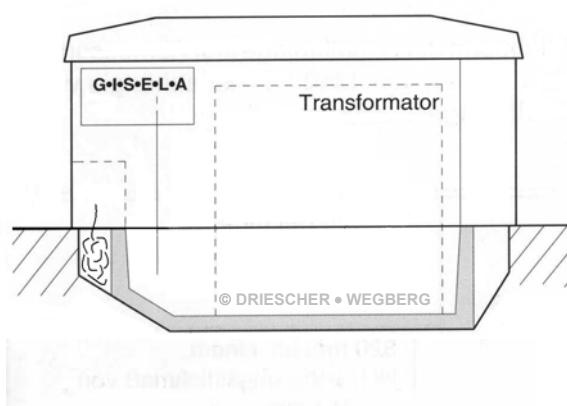
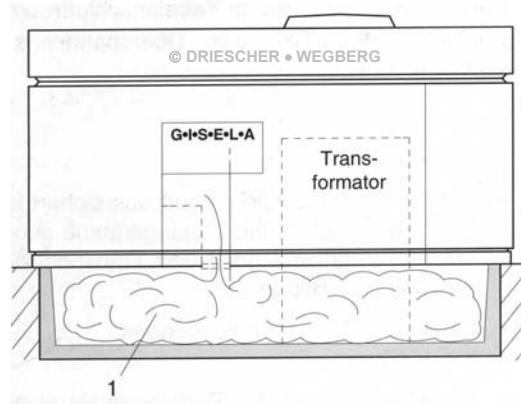
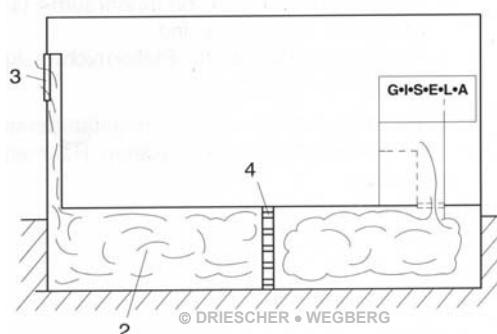

Bild 1 / Illustration 1
Bild 2 / Illustration 2
Bild 3 / Illustration 3
- Bei Kompaktstationen Typ K und KSP Fa. DRIESCHER erfolgt der Druckausgleich ausschließlich im Kabelanschlussbereich (Bild 1). Ansonsten muss bei kompakten und begehbar den Stationen die Druckentlastung in den Kabelkanal (1) [Mindestvolumen ~3 m³] vorgesehen werden (Bild 2).
- Bei vorhandenem Kabelkanal (2) [Mindestvolumen ~1,1m³; Mindestquerschnitt – 0,25m² mit Öffnung (3) nach außen], diesen als Druckentlastungsraum nutzen.
- Durch Einbau von zwei Lagen Streckmetall (4) werden die Lichtbogengase zusätzlich gekühlt und der Austritt von heißen Gasen gemindert (Bild 3).